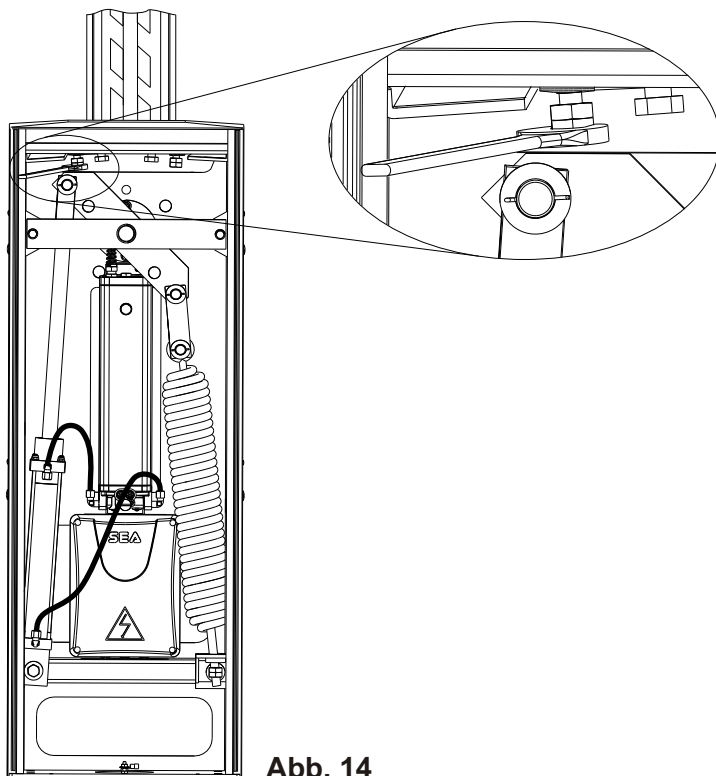

Abb. 14
- Endabgrenzungsschrauben durch Lösen der Muttern auf dem Endschalter entfernen (Abb. 14).
- Endabgrenzungsschrauben entsprechend anziehen oder lösen, damit sich der Schrankenbaum in exakt senkrechter Position beim Öffnen und in exakt waagrechtter Position in Schließung befindet (Abb. 14).